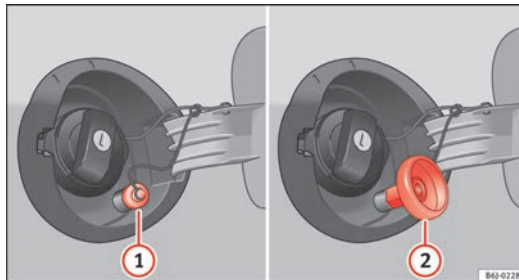

Abb. 119 Geöffnete Tankklappe mit Autogas-Einfüllstutzen und Adapter.
- Schrauben Sie den Deckel des Autogas-Einfüllstutzens ⇒ Abb. 119 ① ab.
- Schrauben Sie den erforderlichen Adapter ⇒ Abb. 119 ② auf den Autogas-Einfüllstutzen ①.
- Schrauben Sie den Adapter ⇒ Abb. 119 ② wieder ab. ▶
⇒ Abb. 119  auf.